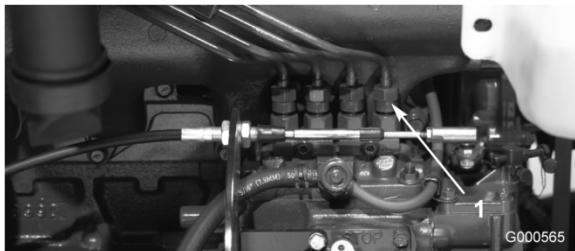

Figura 37
1. Allentate l'attacco del tubo con l'assieme del supporto e dell'ugello dell'iniettore n. 1 sulla pompa di iniezione (Figura 37).